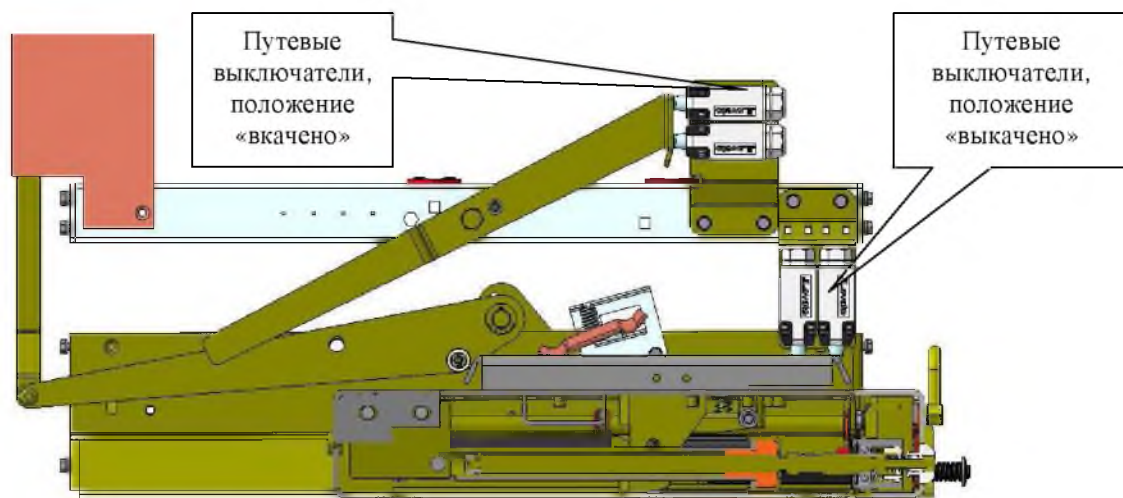

Рисунок 39 - Блокировка положения ВЭ
- Выключатель невозможно включить при нахождении каретки выдвижного элемента в промежуточном положении. Это обеспечивается за счет того, что в промежуточном положении цепь включения выключателя разорвана контактами концевых выключателей, сигнализирующих положение каретки выдвижного элемента, а кулачок выключателя поджат рычагом в основании выдвижного элемента, что исключает возможность включения выключателя (Рисунок 39).
- Блокировки выдвижных элементов с выключателями (с разъединяющими контактами), расположенными в разных шкафах, выполняются установкой блокировочных замков на передней панели шкафа. Электрическая блокировка между шкафами осуществляется с помощью концевых выключателей положения ВЭ, расположенных с правой стороны шкафа (Рисунок 39).